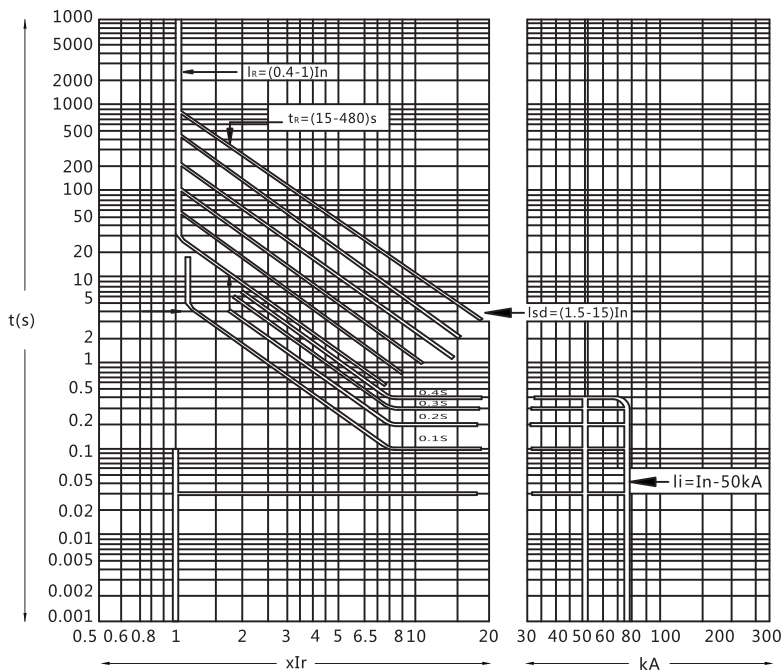
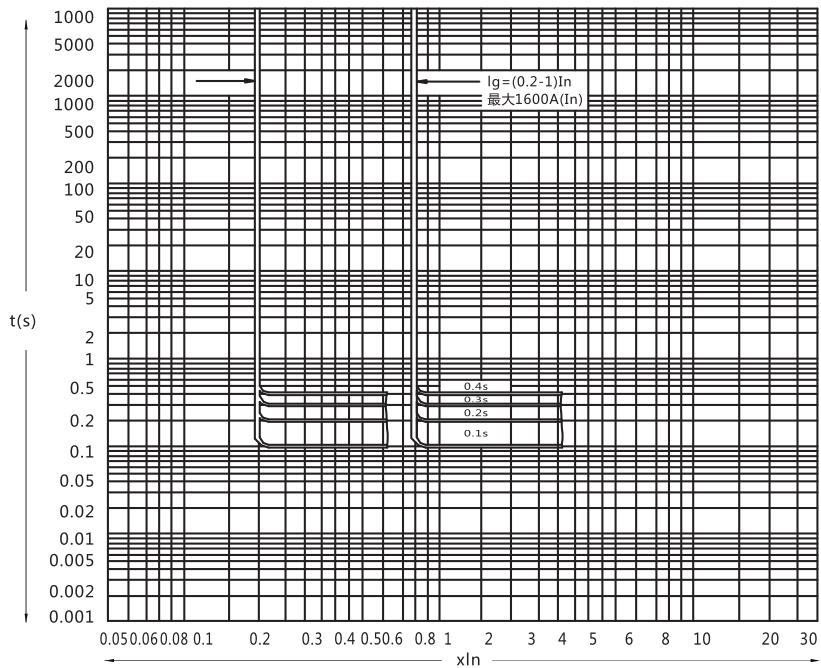

图1 过电流脱扣器保护特性曲线
图2 接地故障保护特性曲线
4.5.1 过电流脱扣器特性曲线见图1。接地故障保护特性曲线见图2。
4.5.6 断路器过电流保护特性、接地故障保护特性曲线见图1所示。